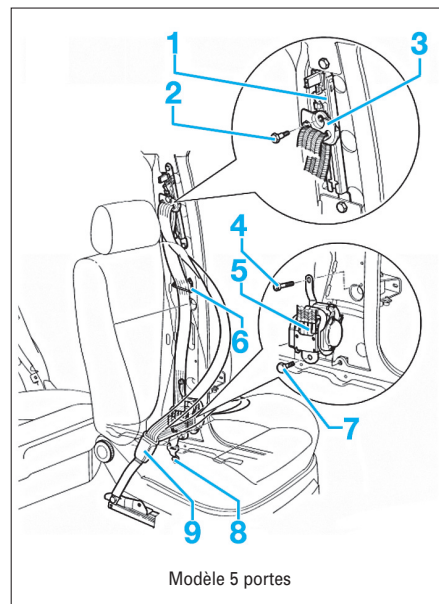

Fig. 12
- Déposer la ferrure de ceinture avant (8) (Fig.12).
- Dévisser la vis (2) (Fig.12).
- Retirer la ferrure d'inversion (3).
- Dévisser le renvoi de ceinture (6).
- Dévisser la vis (4) et (7).
- Retirer l'enrouleur automatique de ceinture (5) du montant B.